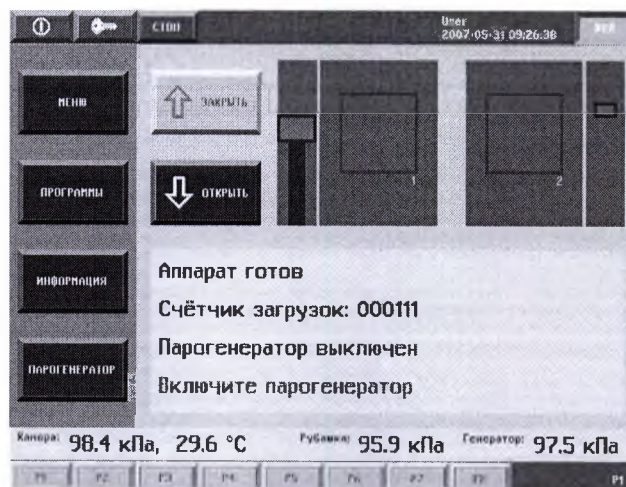

Рисунок 4. Вид индикации основного экрана
На дисплее отобразится основной экран рисунок 4.
- Для отображения текущих рабочих данных нажмите кнопку «ИНФОРМАЦИЯ» (рисунок 4).